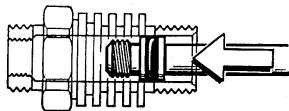
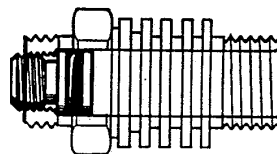

Рис. 6
Рис. 7
- Наденьте уплотнительное кольцо (12) на седло (13) клапана и вставьте седло внутрь штуцера (11) в соответствии с рис. 6.
- Протолкните седло (13) до конца при помощи монтажного приспособления.
- Используя 7-миллиметровую отвертку, закрутите седло (13) так, чтобы из штуцера выглядывала одна нитка резьбы. (см. рис. 7).
- Нажав на рычаг (23), закрутите в корпус дыхательного автомата штуцер (11), используя рожковый ключ на 19 мм.
- Установите диафрагму (6) в корпус дыхательного автомата выпуклой частью наружу. Убедитесь в правильной центровке диафрагмы и установите поверх нее шайбу (5).
- Закрутите крышку мокрой камеры (4), с установленными в нее пружиной (3) и кнопкой принудительной подачи (2), сначала руками, затем используя двухштыревой съемник Arctic.
- Установите на место клапан выдоха (14). Для установки вставьте стержень клапана в отверстие корпуса дыхательного автомата и аккуратно вытяните, используя пинцет. Убедитесь в правильной и полной посадке стержня. При установке нового клапана выдоха (14) отрежьте излишек стержня кусачками.
- Установите на место дефлектор (27). Убедитесь в его полной и правильной посадке.
- Установите загубник (15) на фланец отметкой TOP вверх и закрепите новым пластиковым хомутом (16).